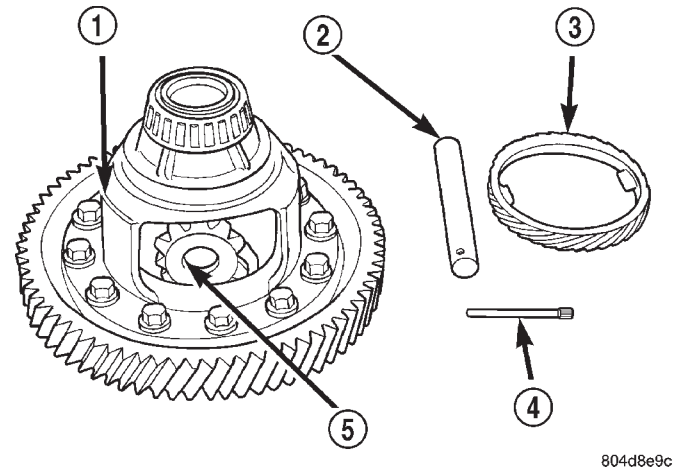

Fig. 20 Desmontaje de piñones satélites, engranajes laterales y arandelas de empuje
(6) Retire los piñones satélites, los engranajes laterales y las arandelas de empuje (Fig. 20) y (Fig. 21).
(1) Ensamble los engranajes laterales, los piñones satélites y las arandelas de empuje (Fig. 21) e introduzca el conjunto en la caja a través de la abertura y gírelo hasta su posición correcta (Fig. 20).